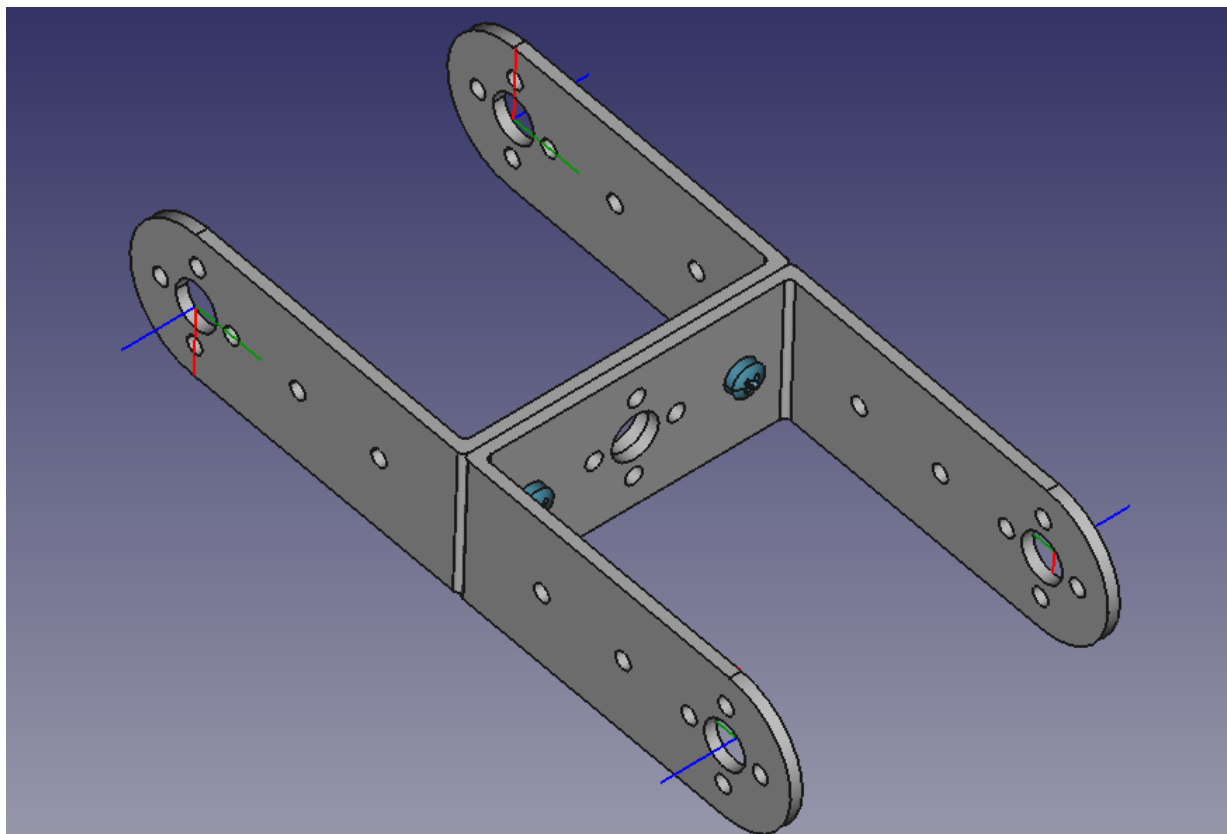

Рис.16. Звено A2_link
16. Для визуального эффекта завершенности вставим два винта М3х8 (ISO7045) и две гайки М3 (ISO4032) к ним в кронштейны звена Linker_1 и Linker_2 аналогично уже описанному в сборке узла сервомотора Vox. Выполним привязку винтов к Linker_2 и привяжем гайки к Linker_1. Хотя это и не принципиально. Сборка звена A2_link представлена на Рис.16.